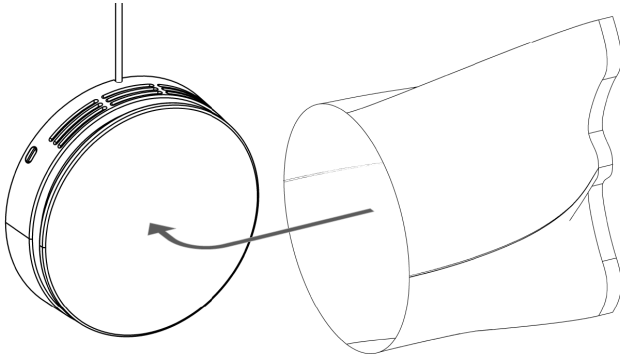
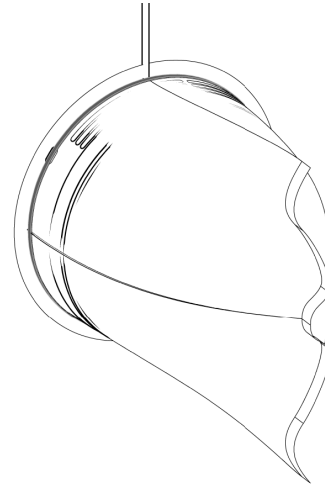

Abbildung 10 - Den Plastikbeutel über das Gerät stülpen
Abbildung 11 - Den Beutel mit dem Gummiband befestigen
4. Den Plastikbeutel entfalten, über das Gerät stülpen und mit dem entsprechenden Gummiband befestigen, siehe Abbildung 10 und Abbildung 11 auf der nächsten Seite.